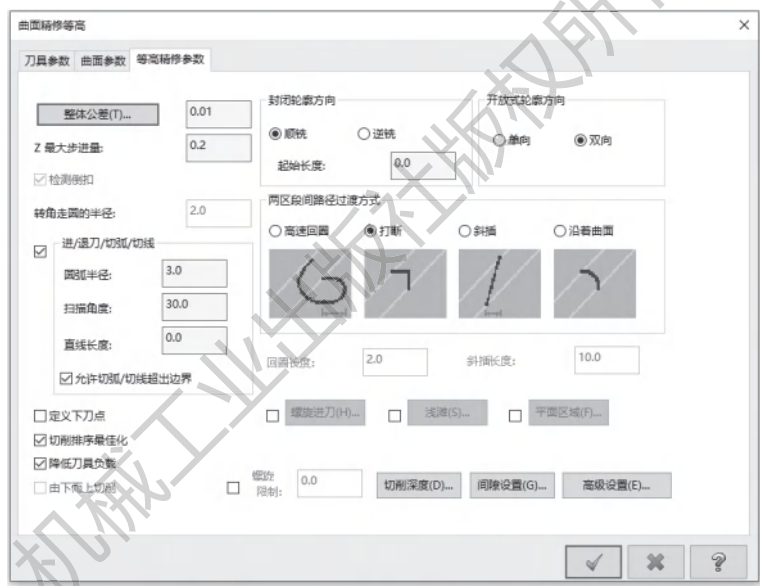

图 9-46 等高外形精加工参数设置
4) 打开【等高精修参数】选项卡，设置【整体公差】为 0.01mm，【Z 最大步进量】为 0.2mm。选择【开放式轮廓方向】为【双向】，勾选【进/退刀/切弧/切线】复选项，设置【圆弧半径】为 3.0mm，【扫描角度】为 30°，【直线长度】为 0.0mm，勾选【允许切弧/切线超出边界】复选项。勾选【切削排序最佳化】复选项，如图 9-46 所示。